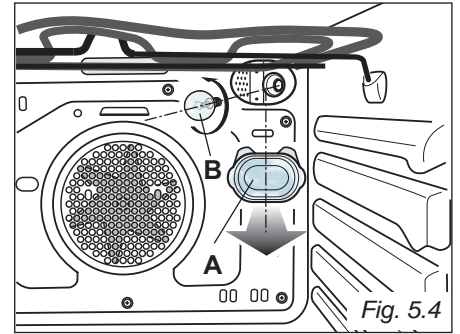

Fig. 5.4
SUSTITUIR LA LUZ DEL HORNO (fig. 5.4)
- Quite la tapa de protección (fig. 5.4).